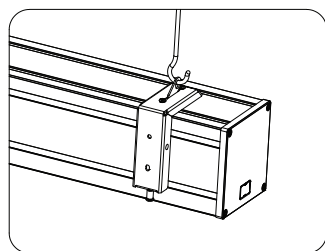

图18
4.将银幕挂在螺旋挂钩后,然后再检查挂钩的安全性,必要时采取合理的方式确保银幕在任何情况下都不会从挂钩上意外滑落。(如图18)